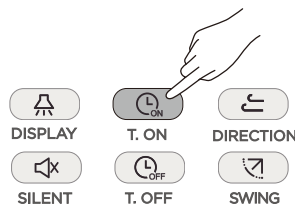

Figura 21
① Ao pressionar (vide Figura 21), o controlador remoto exibirá “Timer On” (temporizador ligado) e “0.0h Later On” (0,0 h mais tarde) aparecerá na área do temporizador. Ajuste agora as configurações do temporizador ligado;